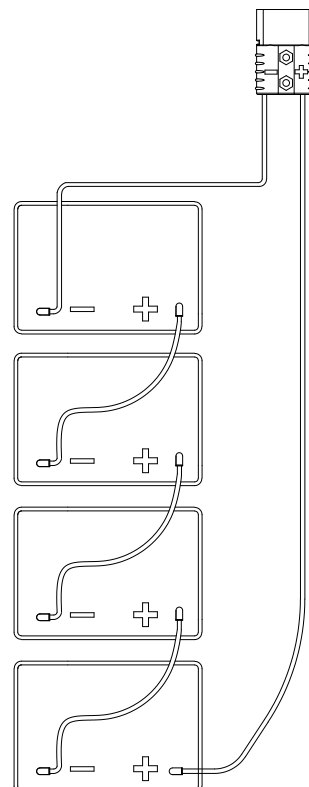

Figura 6
Mașina necesită șase baterii de 6V, conectate și instalate în pozițiile arătate în Figura 6.
4. Ghidați și instalați cablul bateriei ca în Figura 6, apoi strângeți cu grijă piulița de la fiecare bornă a bateriei.